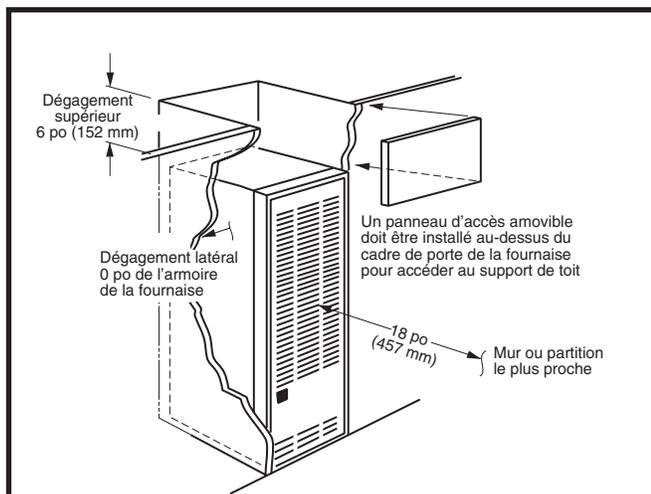
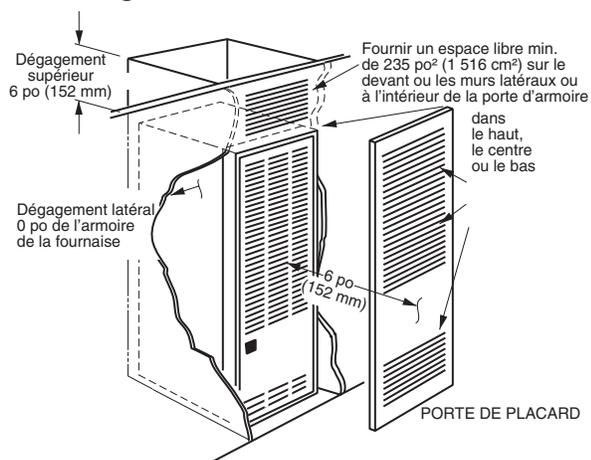
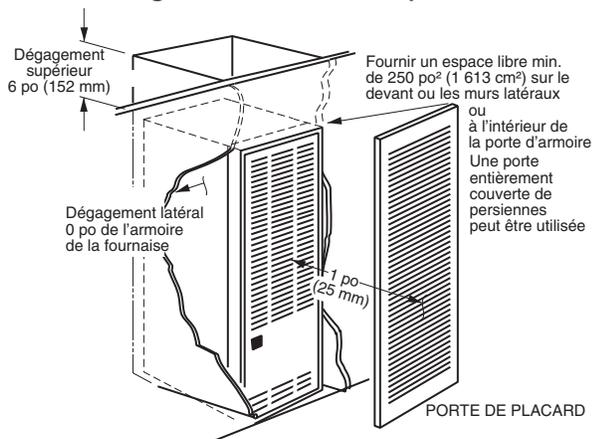

Figure 1. Installation dans une alcôve
Figure 2. Installations de placard
Figure 3. Dégagement spécial de 2,5 cm
Cet appareil de chauffage doit être installé avec un dégagement au moins égal aux minimums spécifiés dans le Tableau 1, \(page 5\). Cette fournaise doit être installée avec un dégagement amplement suffisant pour permettre un accès facile au filtre à air, à l'ensemble du souffleur, à l'ensemble du brûleur, aux commandes et aux branchements d'aération. Voyez la Figure 1, Figure 2 et la Figure 3 \(page 5\).
- Les dimensions de la pièce ou de l'alcôve doivent convenir à la taille complète des dégagements de la fournaie et de l'installation spécifiés dans le Tableau 1, \(page 5\) et dans la Figure 1 \(page 5\).